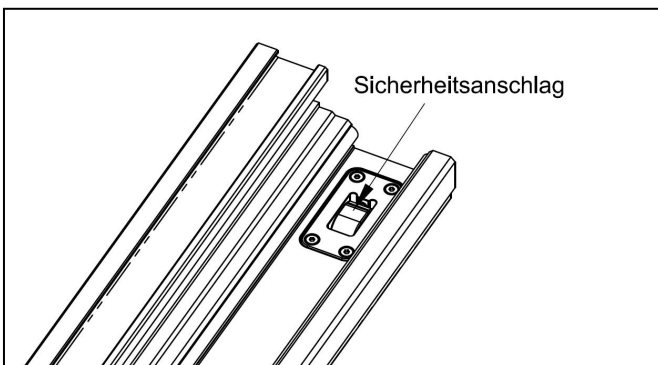
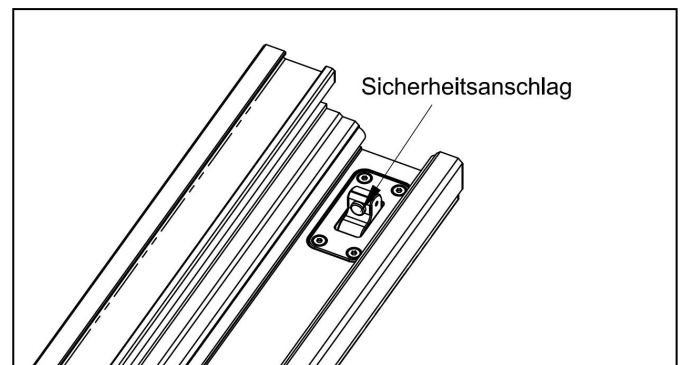

Abb. 6-20
Abb. 6-21
Hinweis: Vor der Installation der Anschlagmontage (C) drücken Sie den Sicherheitsanschlag an der vorderen Führungsschiene (einer an jedem Ende) gemäß Abb. 6-20 nach unten. Nach der Installation sollten Sie den Sicherheitsanschlag freigeben, um zu verhindern, dass der Anschlag versehentlich von der Führungsschiene abrutscht, wie in Abb. 6-21 dargestellt.